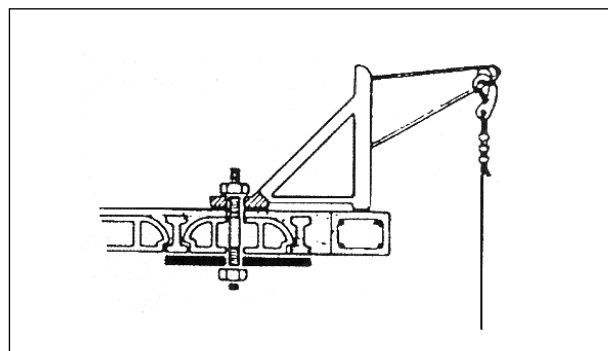

Figura 1. Pescante anclado al forjado
Los pescantes se pueden anclar al forjado practicando un orificio en el mismo mediante un tornillo fijado a la cara inferior del forjado mediante una pletina inferior; de esta forma la sollicitación de los esfuerzos se reparte en tres puntos resistentes del forjado (nervios o viguetas). Ver figura 1.
- Si se ancla al tejado, se realizará mediante pletinas atornilladas a la cara inferior del forjado de modo que la sollicitación de esfuerzos se reparta en tres puntos resistentes del forjado (nervios o viguetas); el tornillo de anclaje se fijará a su vez a la cola del pescante, roscando la tuerca totalmente. Ver Figura 1.